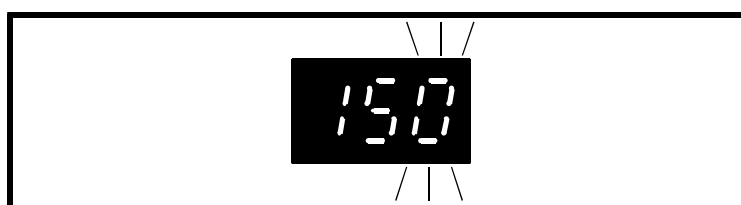

Figura 5-4 Display nel modo di Edit con il valore di un parametro visualizzato
Quando si trova nel modo di Edit, il display visualizzerà il valore del parametro. La cifra meno significativa lampeggerà, come mostrato nella Figura 5-4. (Il valore indicato è il valore di default per **0.06**; il valore visualizzato potrebbe essere diverso nel caso in cui l'azionamento fosse stato utilizzato in precedenza.)
- 2 Quello mostrato nella Figura 5-4 è il valore massimo di **0.06**. In questo caso, tale valore può essere solo diminuito. Per diminuirlo, premere una volta: